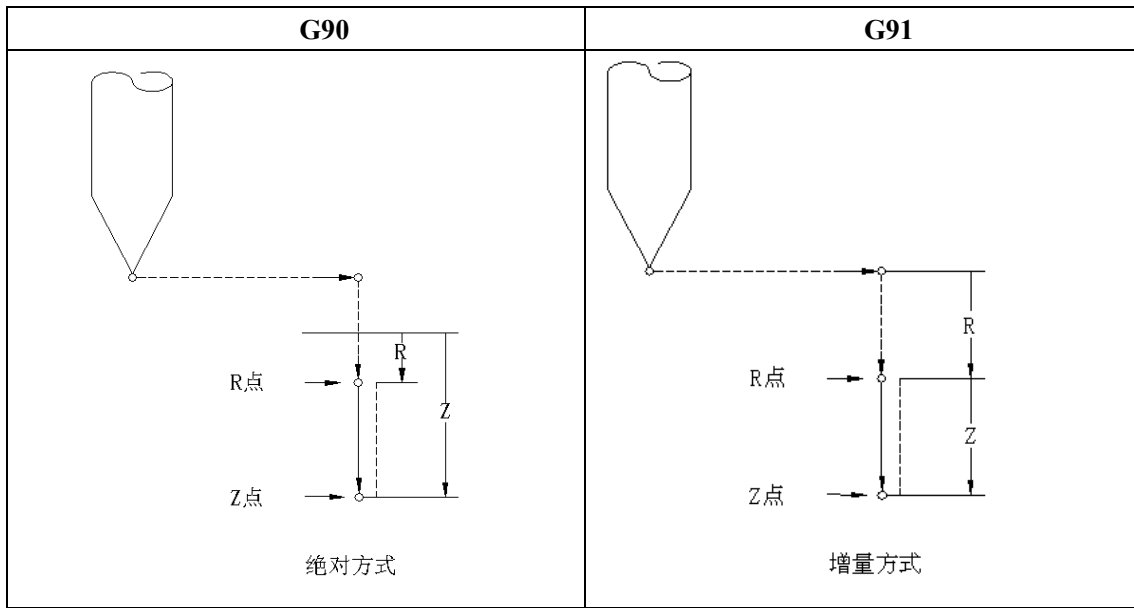

图 7.2.2 绝对和增量编程
(A) 图 7.2.2 中所给出的数据取决于 G90 还是 G91 方式。